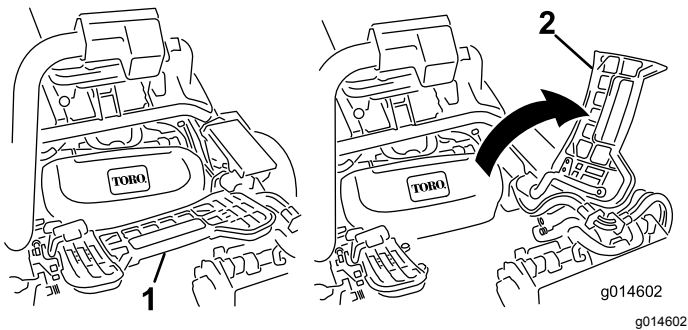

Figure 44
1. Relevez le repose-pieds pour accéder à la position de l'unité de coupe centrale (Figure 44).